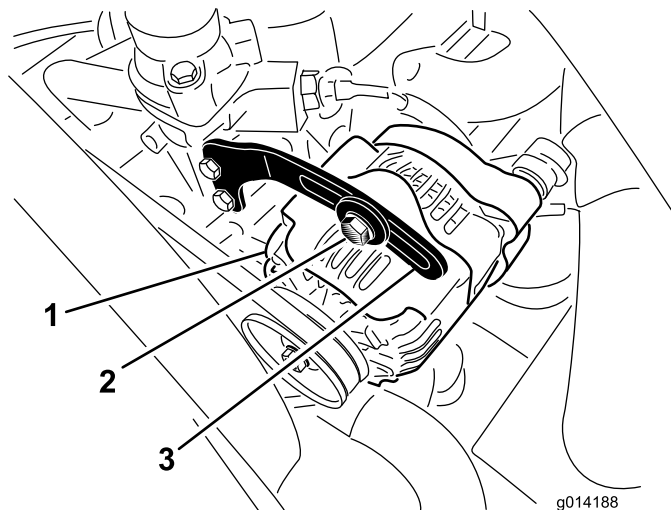

Figure 38
2. Contrôlez la tension de la courroie d'alternateur (Figure 38) en exerçant une force de 10 kg à mi-distance entre les poulies d'alternateur et de vilebrequin.
3. Desserrez le boulon qui fixe le renfort à l'alternateur (Figure 38), et le boulon de pivot d'alternateur.